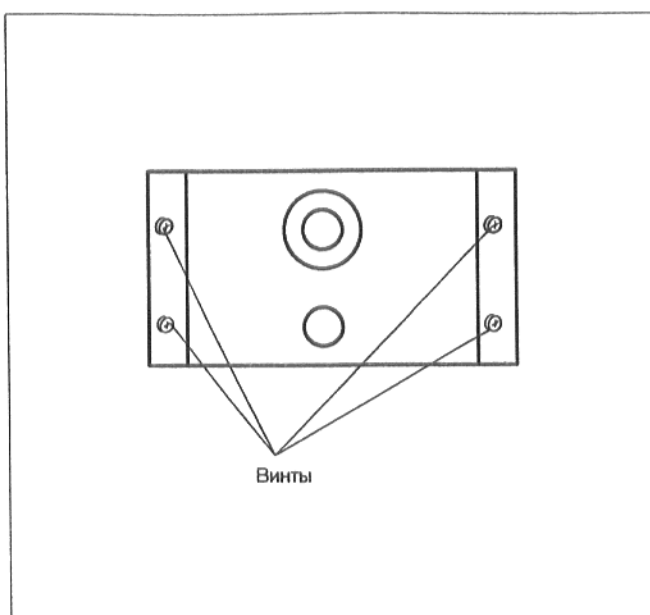
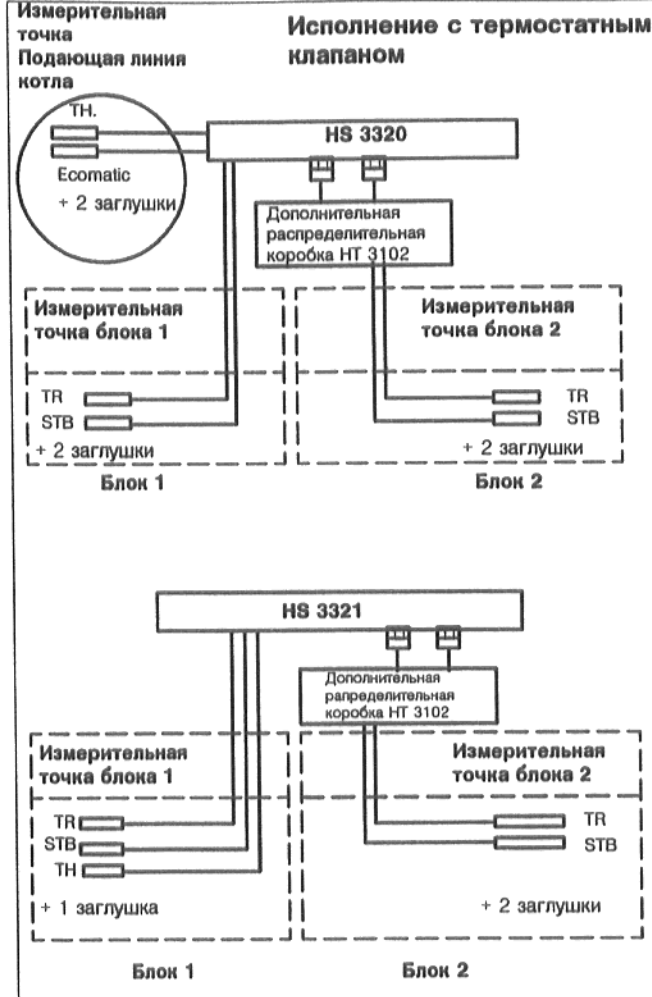

Рис. 40: Дополнительная распределительная коробка НТ3101/НТ3102
Рис. 42: Схема подключения дополнительной распределительной коробки; Исполнение с термостатным клапаном
- Ослабить 4 винта (рис. 40).
- С помощью отвертки установить желаемое значение температуры (рис. 40а). При этом необходимо учесть, что рекомендуется разность температур минимум **15 °C** в сравнении с настройкой регулятора температуры, при необходимости следует настроить регулятор температуры на более низкую температуру (см. ниже).
Рис. 40а: Настройка предохранительного ограничителя температуры
- Прикрепить дополнительную распределительную коробку НТ 3101 или НТ 3102 к передней стороне переднего кожуха котла, используя два самонарезных винта (рис. 40б).
- Установить регулятор температуры на "AUT/90" (рис. 40б).
Рис. 40б: Монтаж дополнительной распределительной коробки
- Подключить соединения между дополнительной распределительной коробкой и серводвигателями согласно электрической схеме и рис. 40в или рис. 42.
- Прокладка капиллярных трубок датчиков температуры и линий дополнительной распределительной коробки осуществляется по следующей схеме (рис. 40в).
Рис. 40в: Схема подключения дополнительной распределительной коробки; Исполнение с кольцевой дроссельной заслонкой
- При устройстве регулирования HS 3321 оба комплекта датчиков вставляются в погружную гильзу блока 1 или блока 2, как это показано на рис. 42\*.
- Прокладка капиллярных трубок датчиков температуры и линий дополнительной распределительной коробки осуществляется по следующей схеме (рис. 42).
### Обозначения на рис.42: